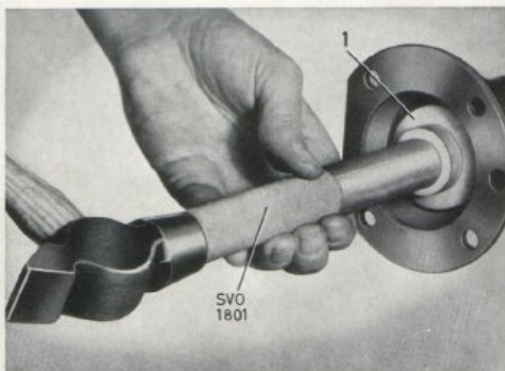

Bild 4. Mont. av tätningring.
4. Driv in den nya tätningringen. Se till att den drives i rätt. Använd verktyg SVO 1801 och SVO 2456, bild 4.